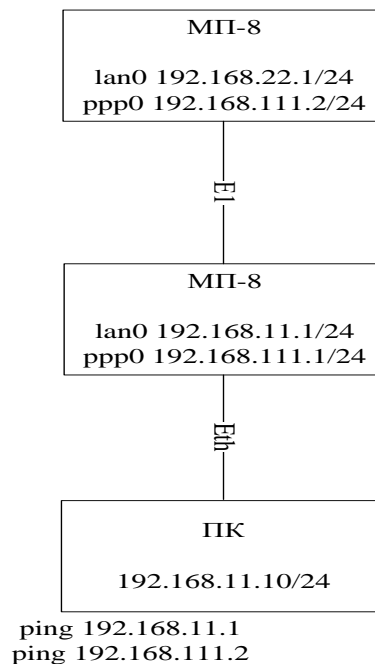

Рис. 3
1. Задать мультиплексорам *IP*-адреса, прописать маршрутно-адресную информацию согласно схеме на рис. 3